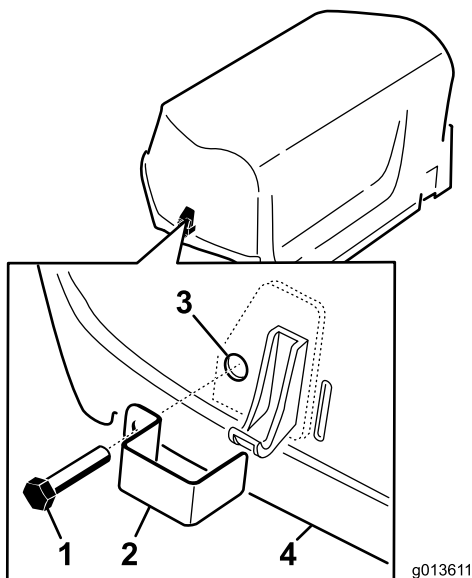

Bild 7
1. Befestigen Sie einen Sperrriegel mit einer Gewindeschraube (zwei insgesamt) über die Motorhaubenriegel an der linken und rechten Seite (Bild 7).
2. Schrauben Sie eine interne Sicherungsscheibe mit einer Zange oder einem verstellbaren Schraubenschlüssel auf jede Schraube (1 bis 2 Gewindeumdrehungen), um die Schraube zu befestigen (Bild 7).